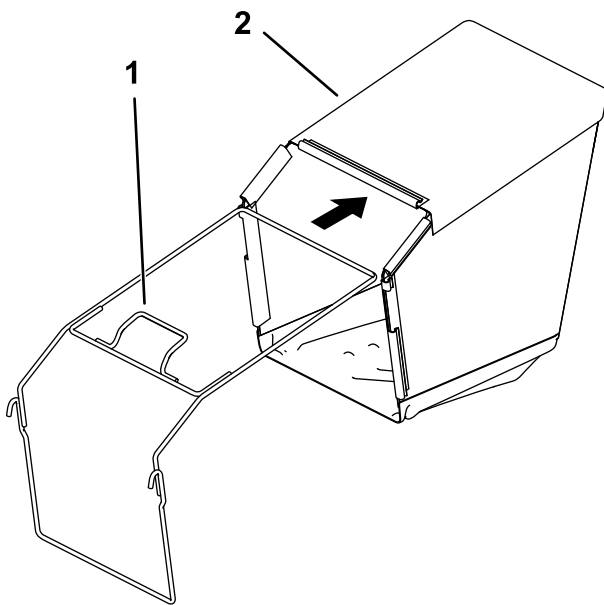

Figura 7
2. Insira a estrutura no saco de relva, mantendo a pega acima do saco de relva (Figura 7).